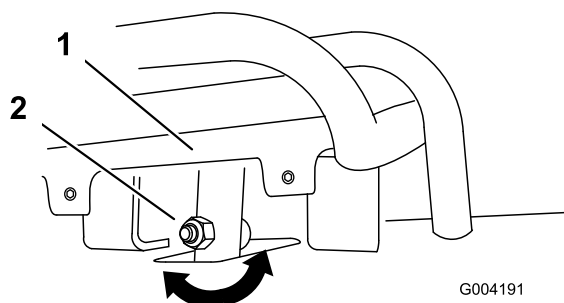
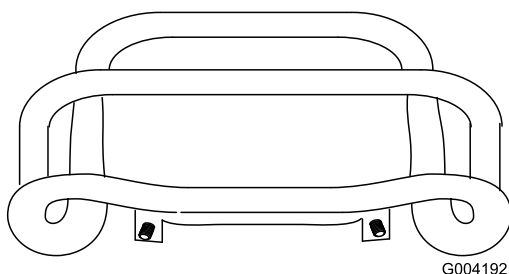

Figura 54
Figura 55
4. Se la parte anteriore del comando della trazione non rimane dritta e a filo con la barra di riferimento, allentare il dado flangiato e imbullonare lo stelo del comando della trazione (Figura 54).
5. Regolate il comando di trazione in modo che sia a livello rispetto alla barra di riferimento quando lo tirate indietro dritto (Figura 54 e Figura 55).